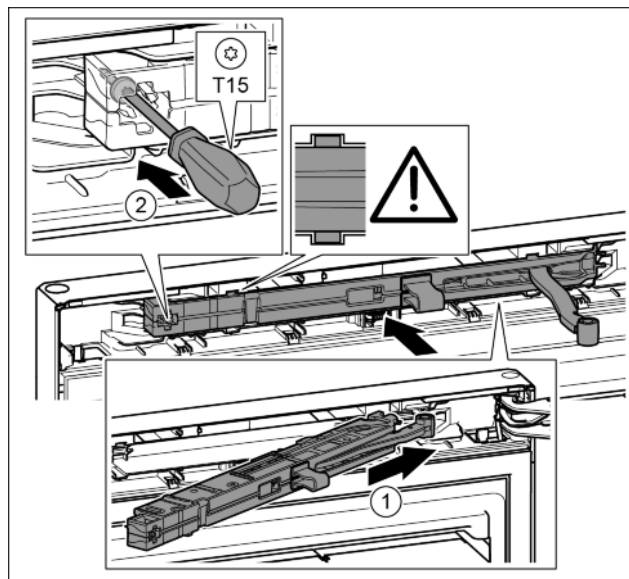

Fig. 39
- ▶ Вставить узел амортизатора со стороны опорного кронштейна в выемку до упора под наклоном. Fig. 39 (1)
- ▶ Затянуть винт отверткой T15. Fig. 39 (2)